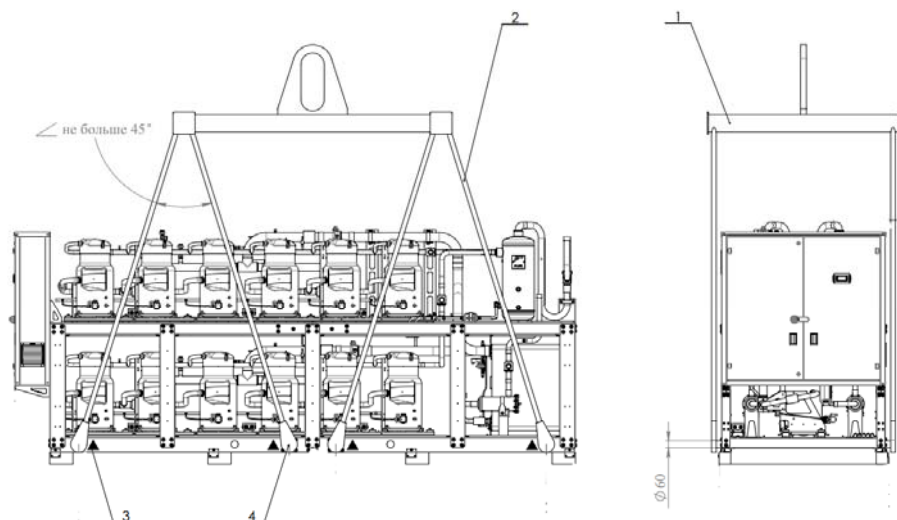

Рисунок 5.1.
5.3. Подъем чиллера краном осуществляется на тросах (стропях) (**Рис. 5.1** поз.2) посредством вспомогательных труб (балок) (поз.4) вставленных в штатные отверстия основания чиллера и траверс (брусев) (поз.1).
ВНИМАНИЕ! Рис.5.1 носит ознакомительных характер. Схемы строповки чиллеров см. «Руководство по монтажу и эксплуатации. Глава 1.»